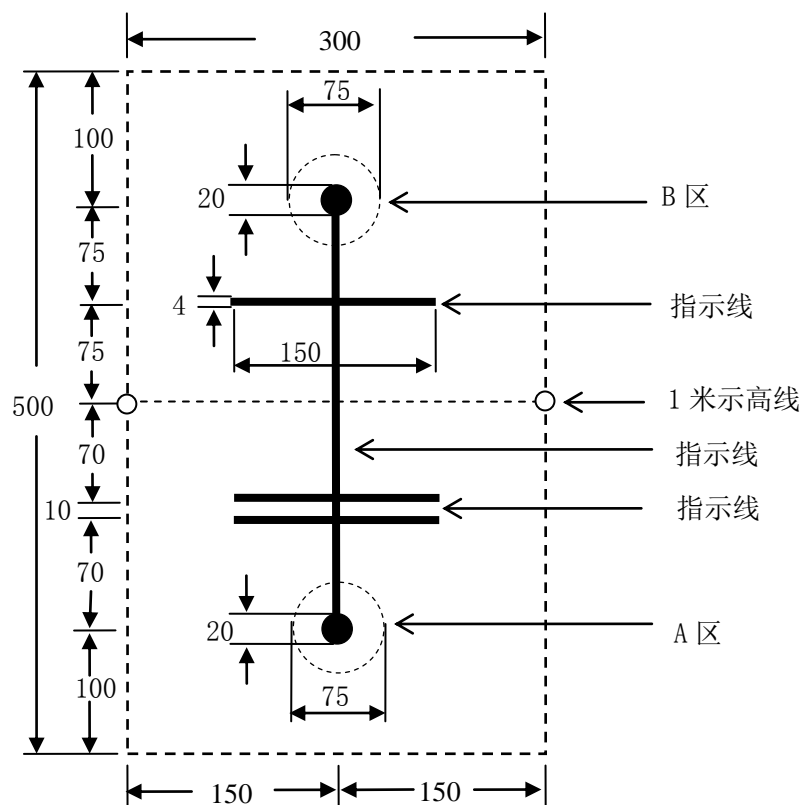
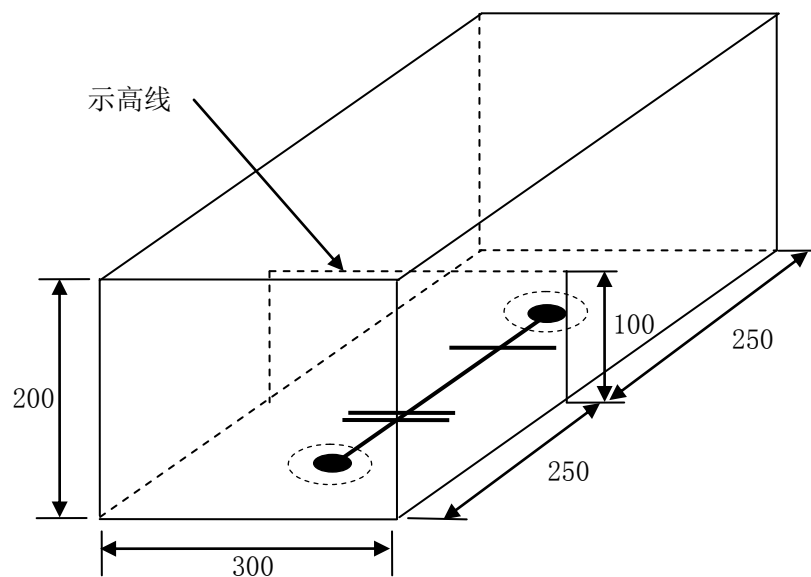

图 1 飞行区域俯视图（图中单位：cm）
图 2 飞行区域立体图（图中单位：cm）
设计并制作一架四旋翼自主飞行器。飞行区域俯视图和立体图分别如图 1 和图 2 所示。
- (1) 四旋翼自主飞行器（下简称飞行器）摆放在图 1 所示的 A 区，一键式启动飞行器起飞；飞向 B 区，在 B 区降落并停机；飞行时间不大于 45s。
- (2) 飞行器摆放在 B 区，一键式启动飞行器起飞；飞向 A 区，在 A 区降落并停机；飞行时间不大于 45s。